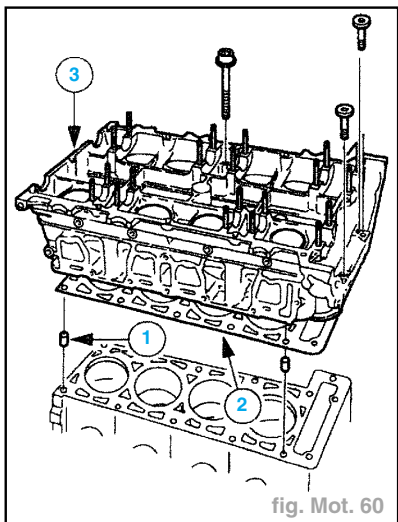

fig. Mot. 60
- Poser la culasse (fig. Mot. 60) :
- poser les douilles de guidage (1),
- placer le joint de culasse (2),
- poser la culasse (3).